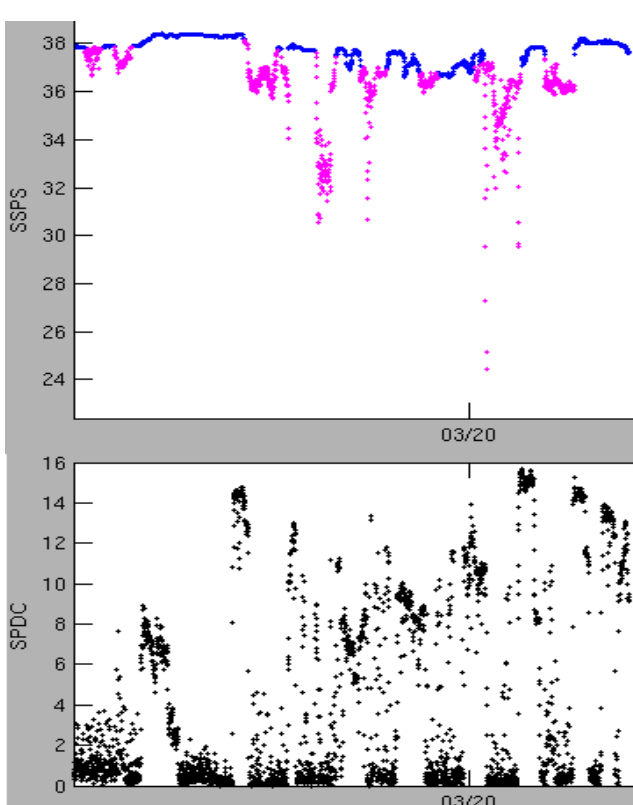

Figure 4: Anomalies liées au bullage
- Bullage : La formation de bulles se produit parfois quand le navire est en route dans des conditions de mer difficiles (exemple Figure 4). Il est donc utile de regarder la vitesse du navire.